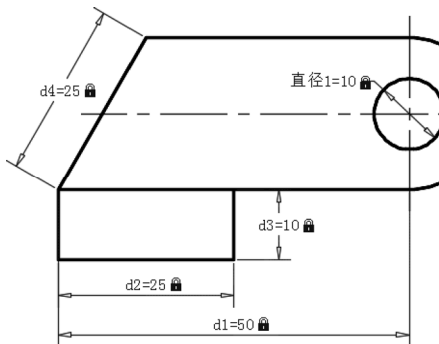

图 7-25 对齐标注约束
6) 创建对齐标注约束。单击“对齐标注约束”按钮，在“指定第一个约束点或 [对象(O)/点和直线(P)/两条直线(2L)] <对象>:”提示下输入“O”，并按 `<Enter>` 键以确认选择“对象(O)”选项，选择倾斜的直线段，接着指定尺寸线位置，按 `<Enter>` 键接受默认的标注表达式（值），从而完成图 7-25 所示的对齐标注约束。